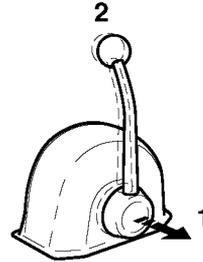

Figura 15
Quando si tira giù la leva (Figura 15, (1)), la velocità del motore può essere controllata senza innestare l'invertitore. L'invertitore resta nella posizione NEUTRAL, nessun carico. Girare il pomello (Figura 15, (2)) in senso antiorario per muovere la leva o in senso orario per bloccare la leva.